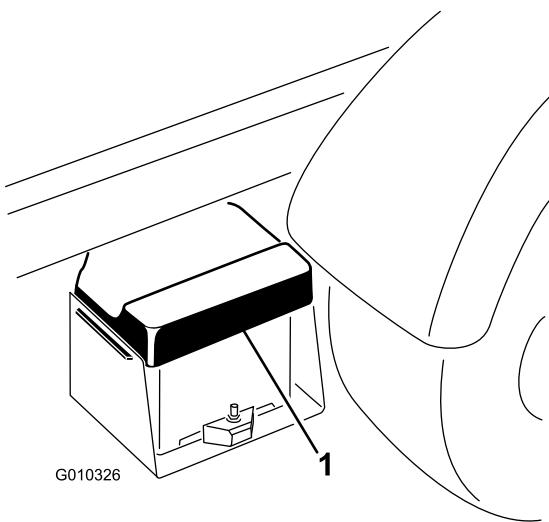

図 51
- バッテリーカバーをたわめて、タブをバッテリーベースから外し、カバーをバッテリーから取り外す図 51。